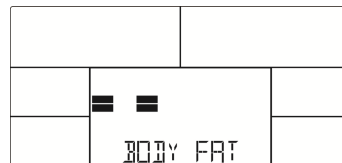

FIG 24
4. Pendant le test, l'utilisateur doit tenir la poignée à deux mains. L'écran LCD affiche « = = » « = = » (Figure 24) pendant 8 secondes jusqu'à la fin du test.